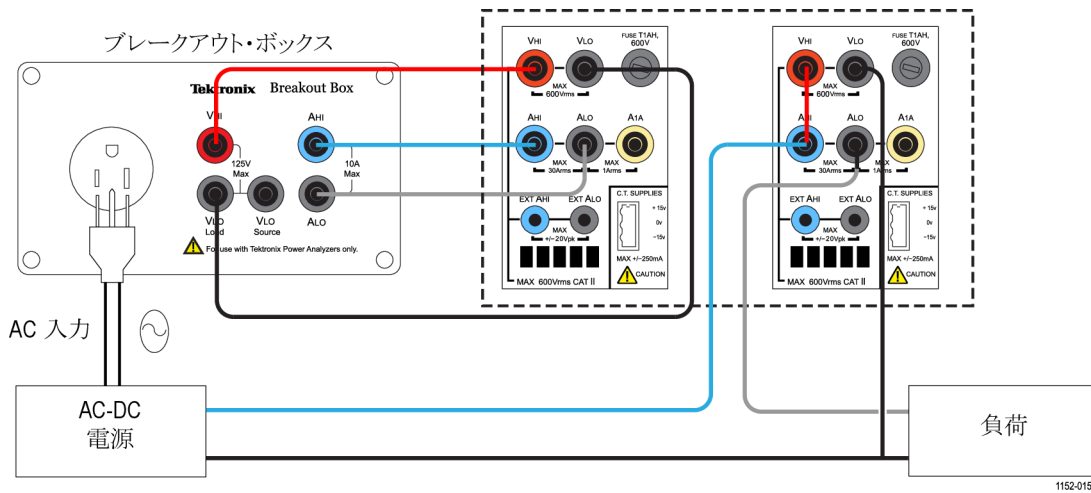

図 38: AC-DC 効率性測定の結線図
1. 結線図に示すように、Tektronix ブレークアウト・ボックス(BB1000)を使用して、被測定装置(DUT)の AC 入力を PA3000 型の第 1 チャンネルに接続します。(106 ページの 図 38 参照)。